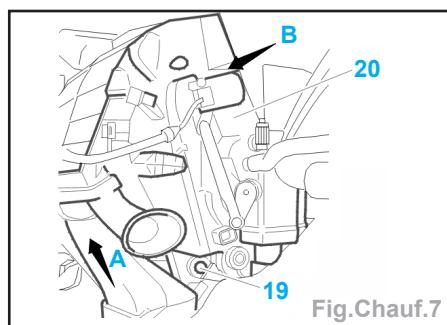

Fig.Chauf.7
- Déposer (Fig.Chauf.7) :
- la vis de fixation (19),
- le groupe climatisation (20), en tirant selon (A) puis (B),
- le conduit d'air liaison plancher (21).